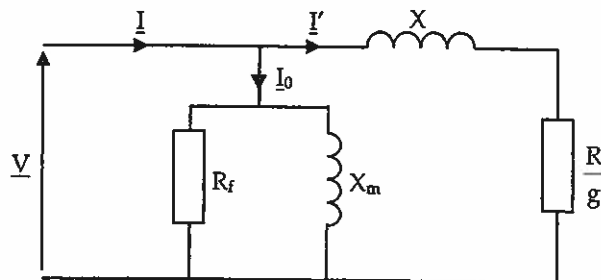

Fig 1 : Modèle par phase de la machine asynchrone
On admet qu'on peut modéliser chaque phase de la machine asynchrone fonctionnant en moteur par le schéma électrique à la figure 1:
6.1. A partir de la figure 1, exprimer l'intensité efficace  $I'$  en fonction de  $V$ ,  $R$ ,  $X$  et  $g$ . (0,5 pt)